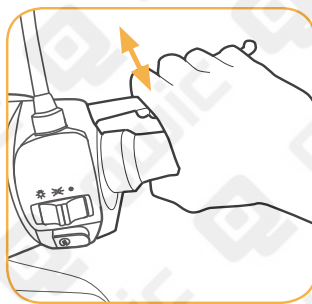

fig. 3.3
2. Pomp herhaaldelijk met de rechter remhendel; (fig. 3.3) er zal olie uit de cilinder komen